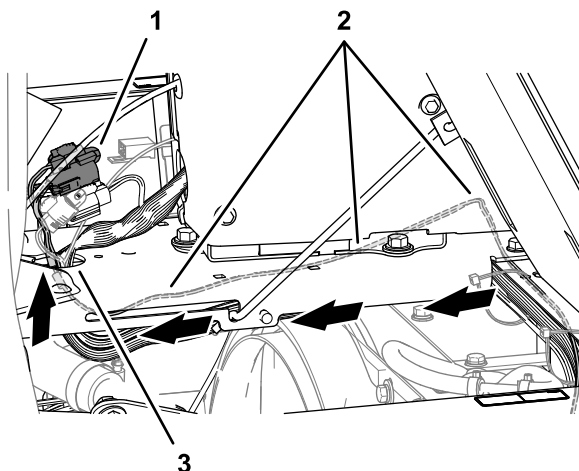

Figura 39
7. Enrute el arnés del Bus ISO-CAN por debajo de la base de la consola y junto al arnés de cables de la máquina (Figura 39).
8. Enrute el conector de 3 pines (marcado To TORO CANBUS) y el conector hembra de 3 vías (marcado CAN PORT A) del arnés del Bus ISO-CAN por el orificio de la base de la consola (Figura 39).